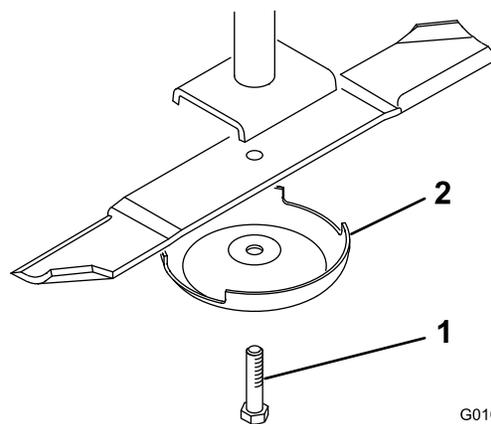

図 28
2. ぼろきれや厚いパッドの入った手袋を使ってブレードの端部をしっかり握る。スピンドルのシャフトからブレードボルト、芝削り防止カップ、ブレードを取り外す  図 28。